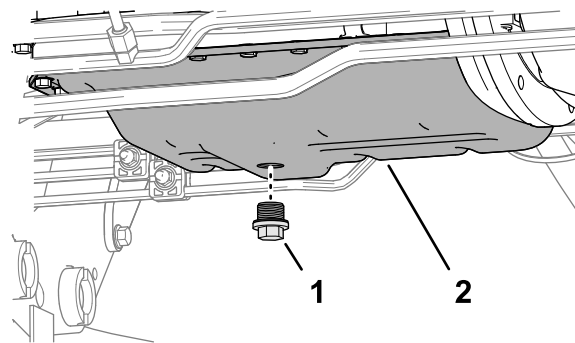

Figura 114
- Retire el tapón de vaciado (Figura 114) y deje que se vacíe el aceite en el recipiente.